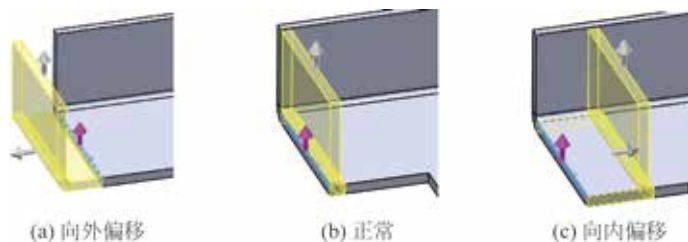

图 5.28 等距
- ☒ 等距 复选框：用于在原有参数钣金壁的基础上向内或者向外偏置一定距离得到钣金壁，如图 5.28 所示。